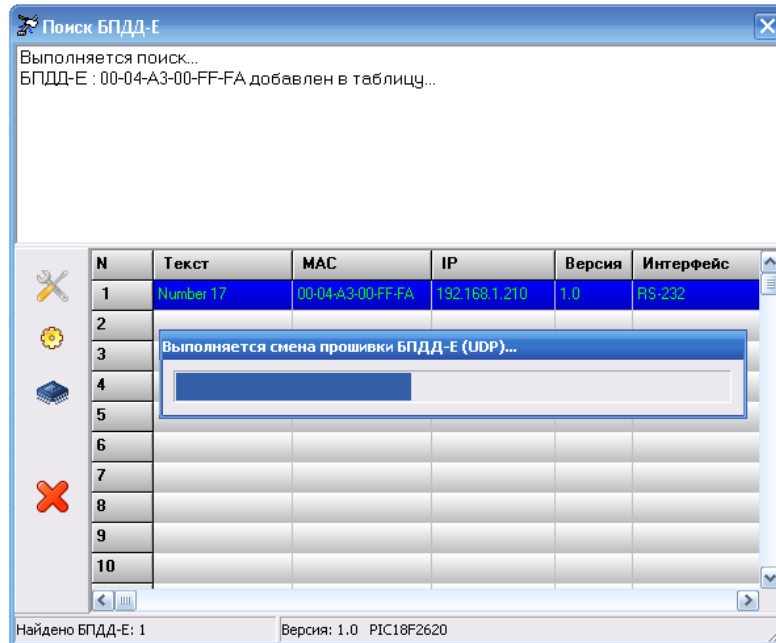

Рисунок 28 – Выполнение обновления программного обеспечения.
- Нажать кнопку «Открыть». Обновление произойдет автоматически. Во время обновления программного обеспечения отображается прогресс выполнения программирования (рисунок 28).